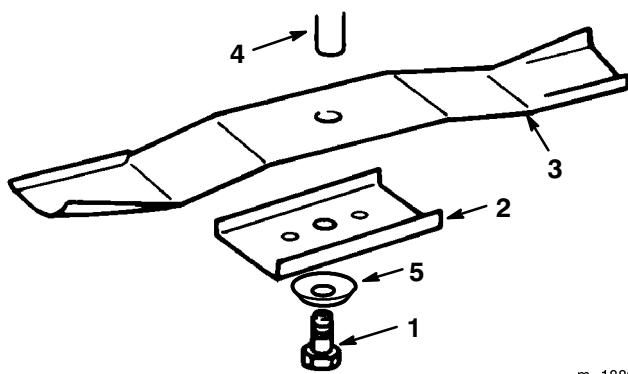

Figure 31
3. Enlever le boulon (clé de 16 mm [5/8"]), la rondelle bombée, le porte-lame et la lame (Fig. 31). Pour enlever le boulon, caler éventuellement la lame en introduisant une cale en bois entre la lame et le carter de tondeuse.
1. Monter la lame, le porte-lame, la rondelle bombée (face concave vers la lame) et le boulon de lame (Fig. 31).